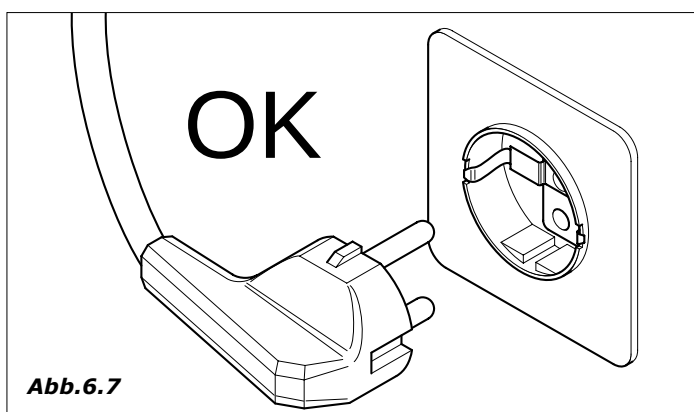

Abb. 6.7
Bei diesem Modell hat der, neben dem Kaffee-Behälter (Abb. 6.7) vorgesehene Wasserspeicher unmittelbar vom Wartungspersonal aufgefüllt zu werden.
- Der Automat ist mit einem Netzkabel des Typs H05VV-F 3x1,5 mm² mit Schukostecker ausgerüstet (Abb. 6.7).